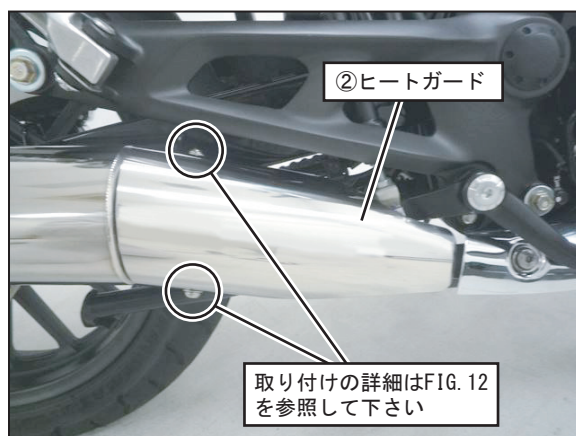

FIG. 11
9. ②ヒートガード後側上下の穴位置を①サイレンサーのステー部分の穴位置に合わせ、それぞれを④ボタンボルトM6×20、⑤SUSワッシャM6、⑥スプリングワッシャM6を使用して仮締めして下さい。(FIG. 11, 12 参照)